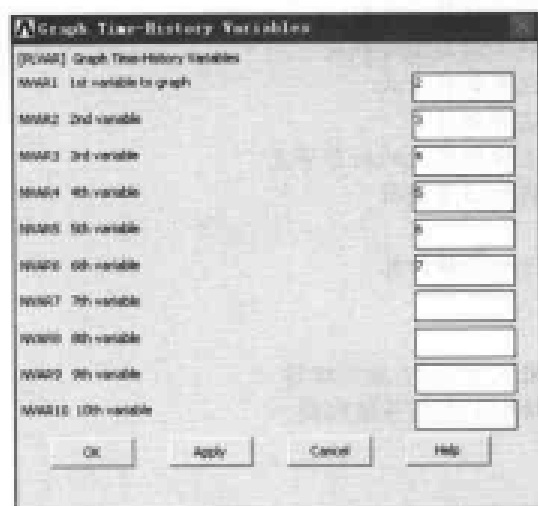
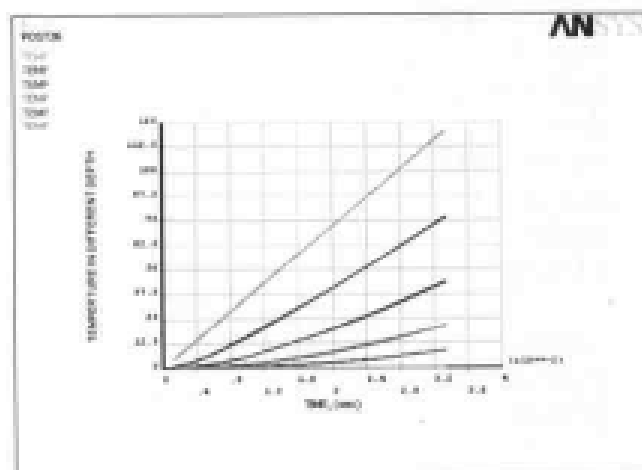

图 10-63 图形显示变量对话框
图 10-64 不同深度处节点温度随时间的变化关系曲线
(12) 单击 Defined Time-History Variables 对话框中的 Close 按钮关闭该对话框。
(13) 选择 Main Menu | TimeHist Postpro | Graph Variables 命令, 出现 Graph Time-History Variables 对话框, 在文本框中依次输入 2、3、4、5、6、7, 如图 10-63 所示。单击 OK 按钮, ANSYS 显示窗口将显示不同深度处节点温度随时间的变化关系曲线图, 如图 10-64 所示。